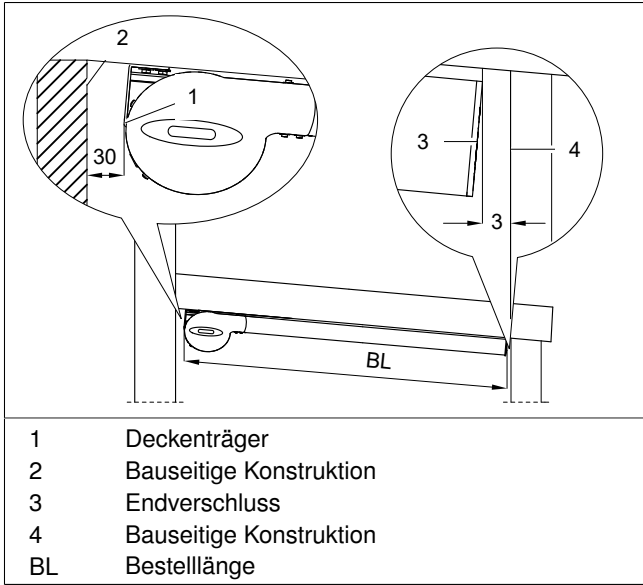
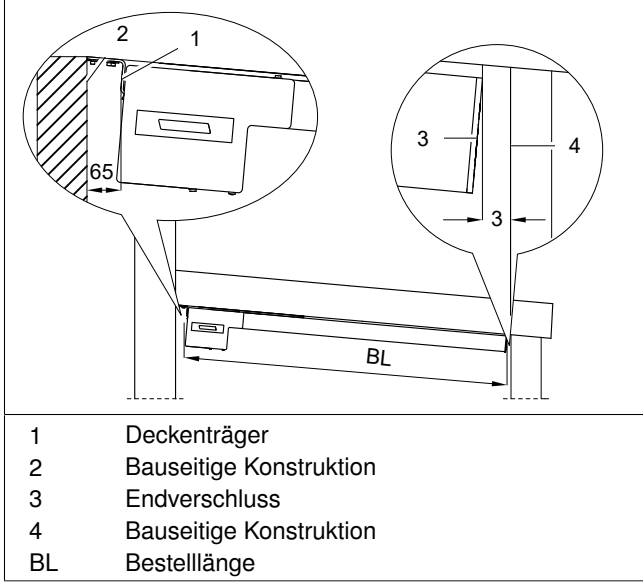

Abb. 9: notwendiger Platzbedarf Wintergarten-Markise Climara W10 mit runder Blende (alle Maßangaben in mm)
Abb. 10: notwendiger Platzbedarf Wintergarten-Markise Climara W10 mit eckiger Blende (alle Maßangaben in mm)
- Markierte Position Deckenträger (siehe Abb. 9 bzw. siehe Abb. 10) verwenden!